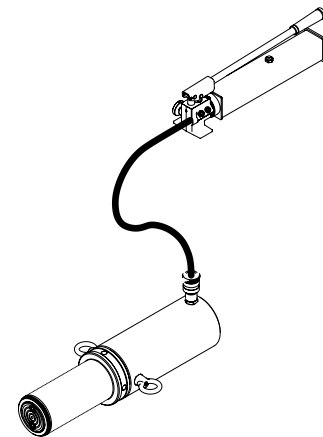

Figura 2: Ilustración de la purga de aire del sistema
- Coloque la bomba en una posición más elevada que la manguera y el cilindro, como se muestra en la Figura 2.